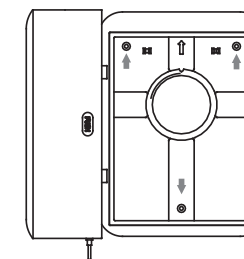

Рис. 5
- Закрепите прибор на стене с помощью 3 шурупов, используя отверстия, отмеченные на Рис. 5 стрелочками. Поочередно подтягивайте винты, пока прибор не будет плотно прилегать к стене. Не прилагайте чрезмерных усилий во избежание повреждений прибора.